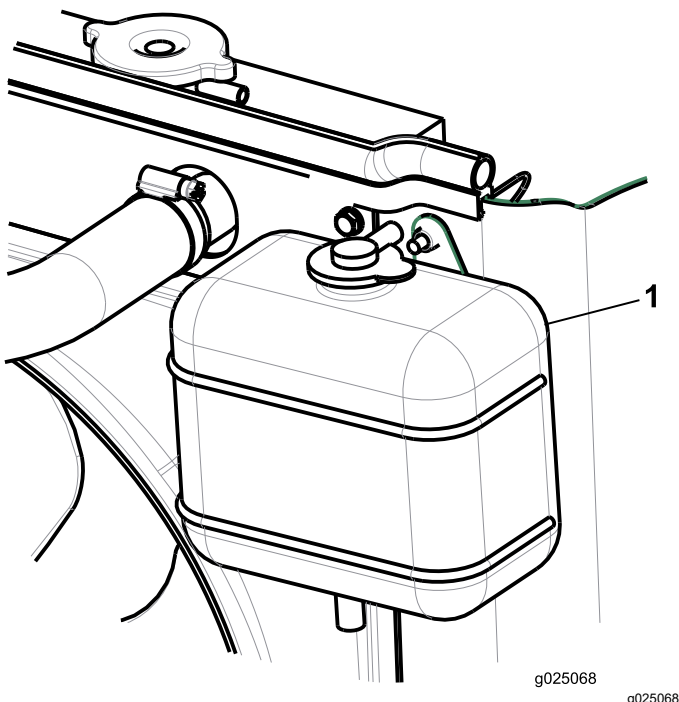

Figure 26
2. Vérifiez le niveau du liquide de refroidissement dans le vase d'expansion (Figure 26).